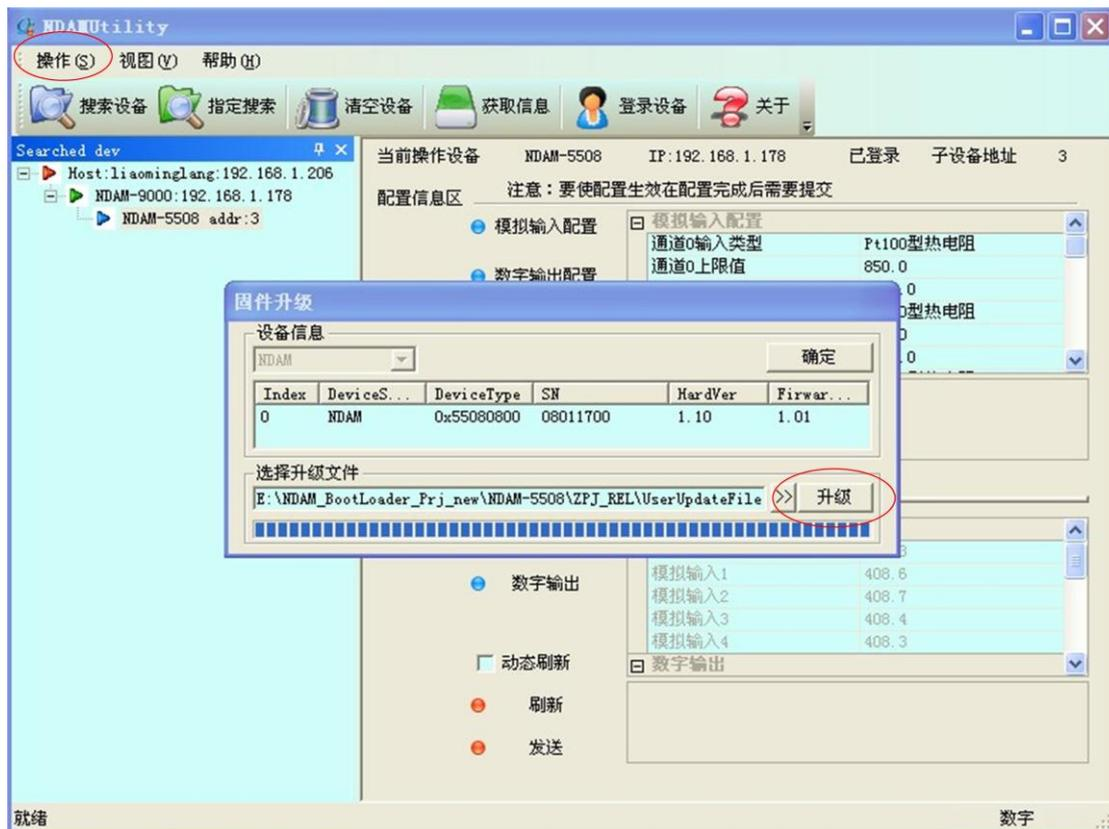

图 4.7 固件升级
2) 选择“是”，然后找到并打开固件文件，点击“升级”。如图 4.7 所示；